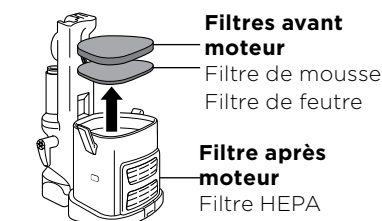

Fig. 21
- 2 Retirez les deux filtres situés sur le bloc-moteur. (Fig. 21)